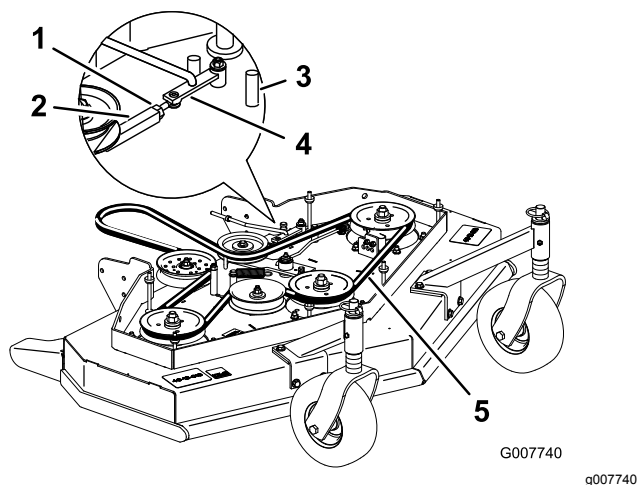

Рисунок 43
3. Ослабьте контргайку на винтовой стяжке (Рисунок 43).
4. Поверните винтовую стяжку в сторону задней части газонокосилки, чтобы увеличить натяжение ремня. Поверните винтовую стяжку в сторону передней части газонокосилки, чтобы уменьшить натяжение ремня (Рисунок 43).